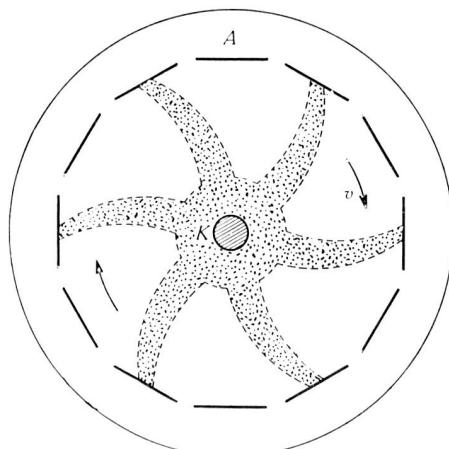

Fig. 4 Schematische Darstellung des Umlaufs der Elektronenwolke als «Elektronenrad» im Magnetron. Das Rad dreht sich mit der Geschwindigkeit v .
zylindrischen Anode (A) und einer konzentrisch angeordneten Kathode (K) (Fig. 2). Zusätzlich zu dem in der Röhre entstehenden elektrischen Feld (E) wird durch einen Permanentmagneten (N-S) ein homogenes magnetisches Feld (B) erzeugt, dessen Kraftlinien parallel zur Achse des Anodenzyllinders verlaufen. Durch dieses Magnetfeld wird jedes von der Kathode emittierte Elektron zusätzlich beschleunigt (Fig. 3). Ohne Magnetfeld würde das Elektron wie in einer Diode von K direkt nach A fliegen (I). Bei hoher Anodenspannung U_a und kleinem Magnetfeld B würde sich die Bahn krümmen (II), während bei sehr starkem Feld B die Elektronen auf Zykloidenbahnen um die Kathode zu kreisen beginnen (III). In ihrer Gesamtheit bilden sie dann eine «Elektronenwolke», die sich als Elektronenrad (Fig. 4), mit der Geschwindigkeit $v = k \cdot U_a / B$ um die Kathode dreht. Diese Leitbahnbewegung der Elektronen werden im Magnetron zum Erzeugen von Hochfrequenzschwingungen ausgenutzt.